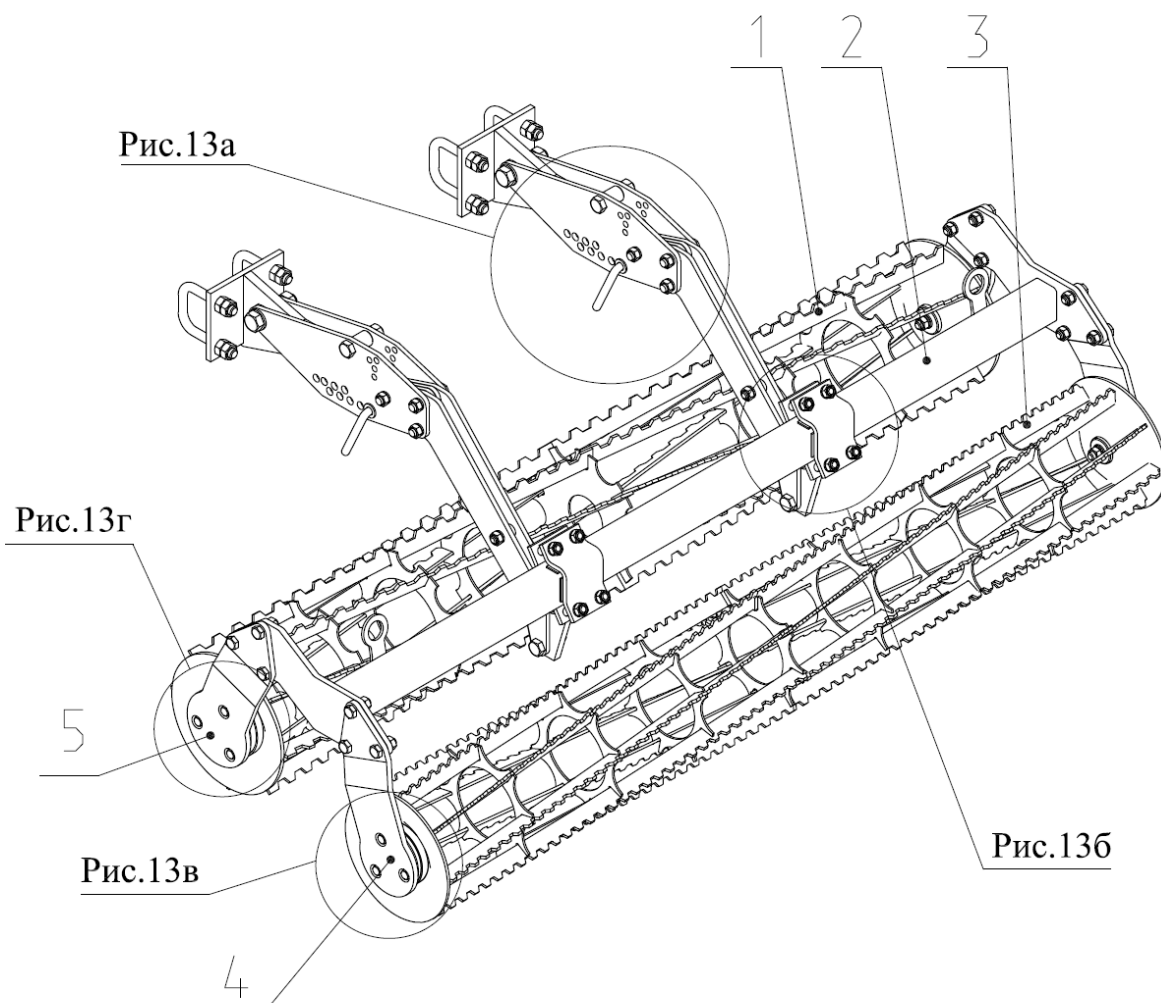

Рис.13 КСП 04.150 Секция катков двух рядных
2.13.2 Секция катков двухрядных (Рис.13) состоит из спирально-планчатого катка 1 и 3 закрепленных на подшипниках 2 (рис.13в и 13г) в корпусах 11. Корпуса закреплены болтами 1 в держателях 12. Держатели 4 и 5 (рис.13) закреплены на опоре 2 болтами М16. Опора через кронштейны 6 (рис.13б), тяги 1, кронштейны 20 (рис.13а) прикреплена к штангам 5. Штанги при установке на культиваторе закрепляются на задних балках центральной и боковых секциях скобами 2.
Рис.13а
Рис.13б
Рис.13в Подшипниковый узел.
Рис.13г Подшипниковый узел.